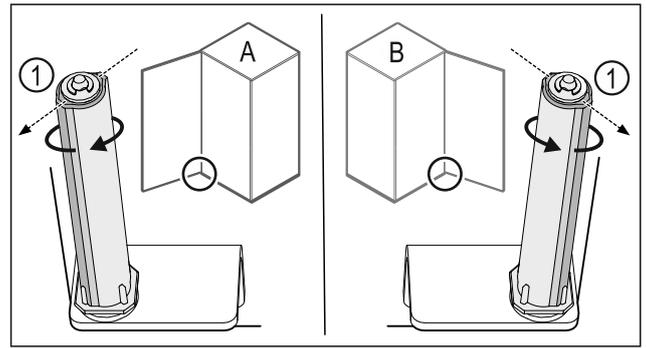

Fig. 37 Tope izquierdo (A) / tope derecho (B)
- ▶ Girar el sistema de cierre contra la resistencia hasta que el alma del sistema de cierre Fig. 37 (1) apunte hacia afuera.